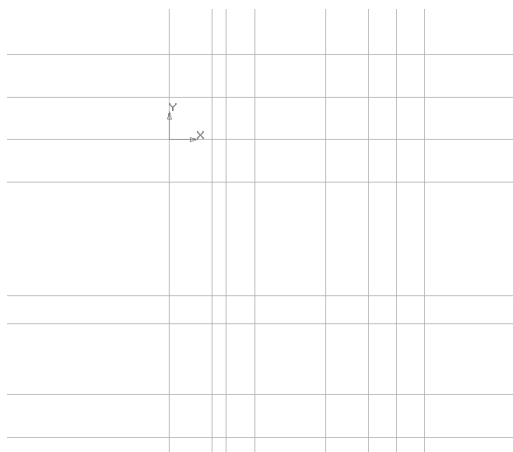

Рис. 2.17
2. **Начертание вертикальных вспомогательных прямых**: **Инструменты** \Rightarrow **Геометрия** \Rightarrow **Вспомогательные прямые** \Rightarrow **Вертикальная прямая**. Установите аналогичным образом четыре вертикальные линии с координатами (0, 0); (30, 0); (40, 0); (60, 0) для основного вида (половина вида, так как вид симметричен) и для вида **сбоку** (110, 0); (140, 0); (160, 0); (180, 0) и  **Прервать команду**. На экране возникнут 8 вертикальных вспомогательных линий (рис. 2.17).